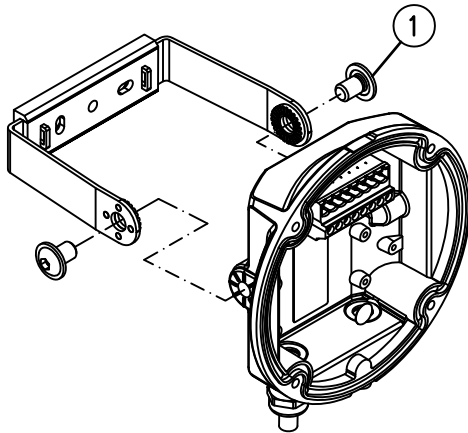

Abb. 22: Meldersockel MX5000 Bügelmontage
3. ➤ Bügel mit beiliegenden Bügelschrauben (Abb. 22/1) am Meldersockel verschrauben. Die Kabeleinführungen des Meldersockels sollten nach unten ausgerichtet sein.